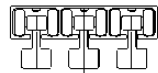

Fig. 4
4. Vérifiez la mise à niveau du substrat pour le rail de guidage inférieur. Positionnez le rail de guidage inférieur sur un substrat stable exactement sur l'axe du rail de guidage supérieur. La lumière entre les substrats pour la fixation du rail de guidage inférieur et supérieur doit être de 2800 mm (fig. 4).